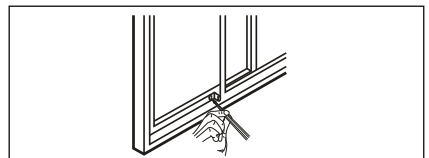

Fig. 22
- Para sujetar la guillotina deslizante en su sitio, acople el cierre de guillotina de ángulo recto con un tornillo de 1/2" (12,7 mm) como se indica (fig. 22).